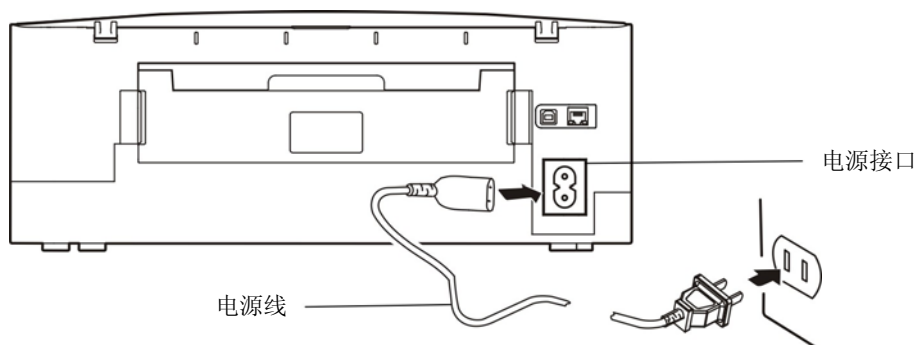

图 2-7 连接电源线
2. 如图 2-7 所示，将电源线的一端插进打印机的电源接口。